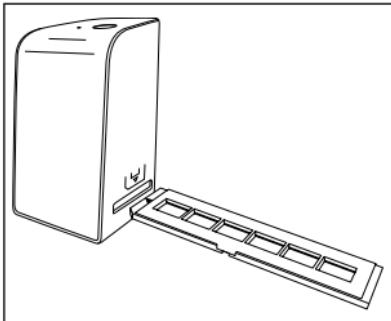

Abbildung 1
- ◆ Entriegeln Sie den Verschluss an der Vorderseite der Negativhalterung ⑤ und öffnen Sie die Halterung.
- ◆ Führen Sie nun die Negativhalterung **5** mit der Dreiecksmarkierung voran und sichtbar in den rechten Einschub **4** ein (siehe Abbildung 1).